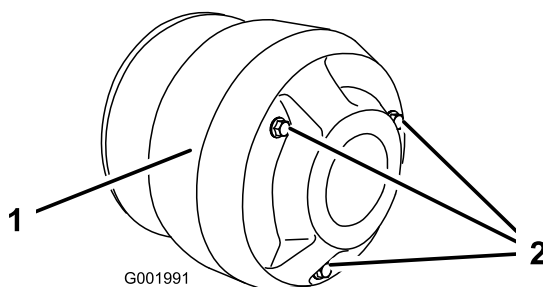

Figura 57
4. Retire os 3 parafusos que fixam a tampa à embraiagem e retire a tampa (Figura 57).